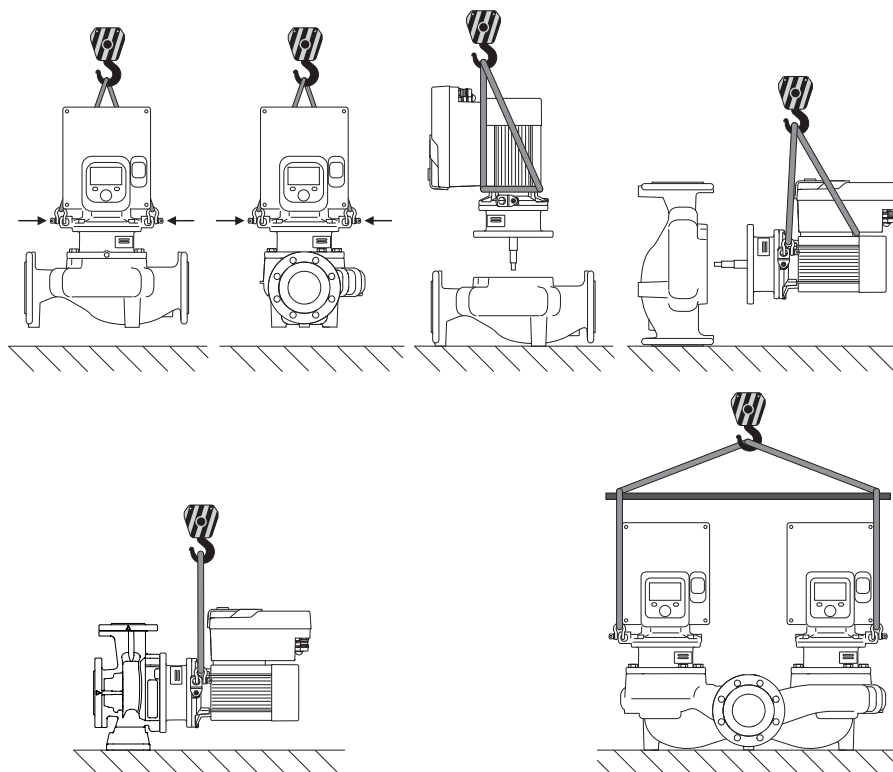

Fig. 6: Tõstesuund
Pumpa tuleb teisaldada lubatud tõsteseadmete (nt tali, kraana jne) abil. Tõsteseadmed tuleb kinnitada mootoriäärikul olevatele tõsteasadele. Lükake vajaduse korral tõsteasad adapterplaadi alla (Fig. 6).
1. Jätke kaks tõsteaasa (Fig. I, pos. 30) mootoriäärrikule.
2. Kinnitage siseosakomplekt (Fig. 4) ohutuse tagamiseks tõsteaasadest sobivate tõsteseadetega. Selleks et sõlm ümber ei läheks, asetage elektroonikamooduli mootori ja adapteri ümber Fig. 6 vastav rihm. Kinnitamisel vältige elektroonikamooduli kahjustamist.
3. Keerake poldid (Fig. I/II/III/IV, pos. 29) lahti ja eemaldage.